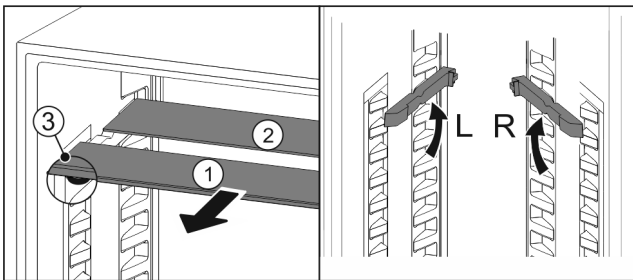

Fig. 131
- ▶ Vedä lasilevyt yksittäin etukautta ulos Fig. 131 (1).
- ▷ Koristelistalla varustettu lasilevy Fig. 131 (1) on edessä.
- ▷ Pysäyttimet Fig. 131 (3) osoittavat alaspäin.